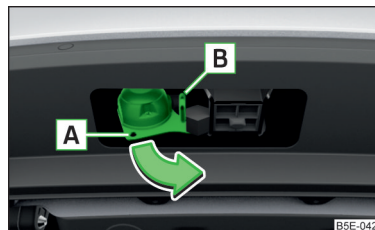

Fig. 308
- Saisir la prise 13 broches au niveau de **A** et la sortir dans le sens de la flèche » fig. 308.
- Branchez la prise mâle du câble de la remorque/de l'accessoire dans la prise à 13 pôles **A** » fig. 308 . (Lorsque la remorque/l'accessoire dispose d'une fiche 7 pôles, utiliser un adaptateur des accessoires d'origine ŠKODA).